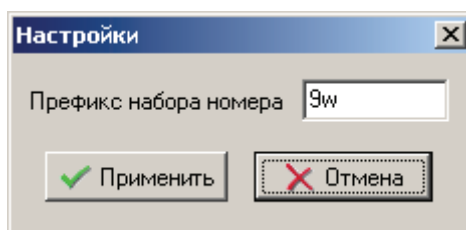

Рисунок 3.72
3.3.5.5 Строка **Настройки программы** меню **Сервис** (см. рисунок 3.53) служит для вызова всплывающего окна **Настройки** (см. рисунок 3.72).
При этом откроется окно **Активация прибора** (см. рисунок 3.72).